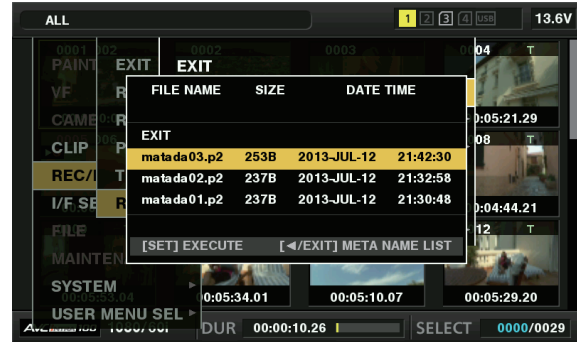

図 2
- メタデータ名を表示中にカーソルボタン (▷) を押すと、ファイル名の表示に切り替えることができます。(図 2) カーソルボタン (◁) を押すとメタデータ名の表示へ戻ります。